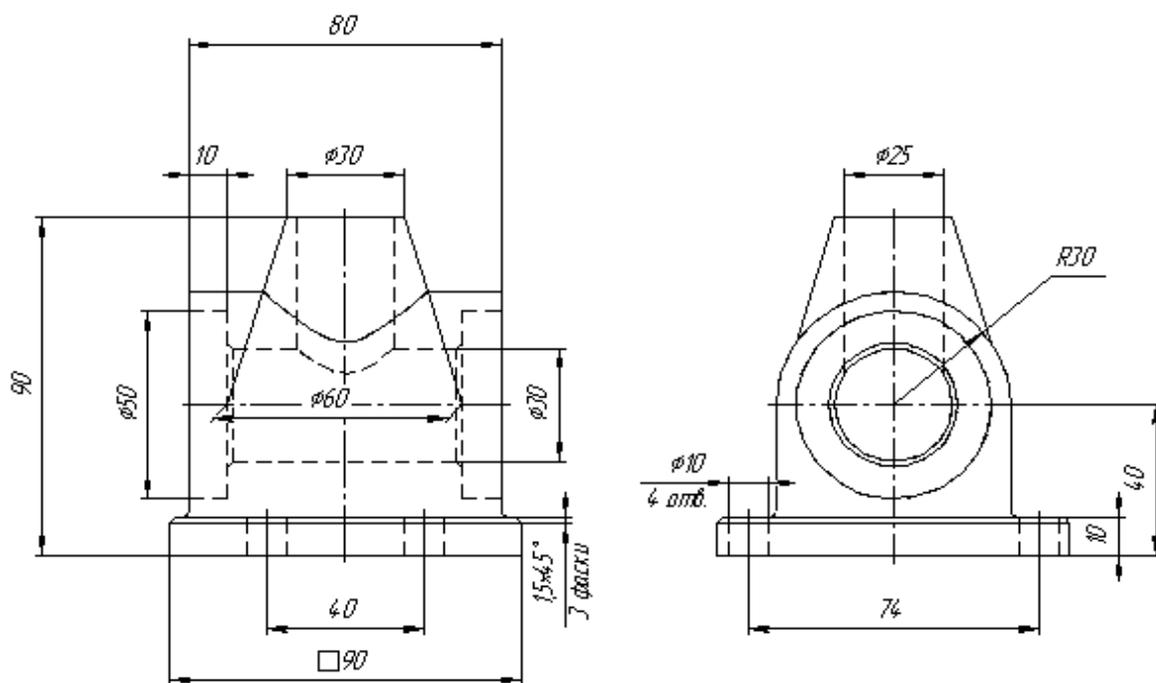

Рис. 7.25
Исходными данными для работы является чертеж корпусной детали (рис. 7.25). Как и в предыдущих лабораторных работах, трехмерная модель может быть создана несколькими вариантами. Ниже приводится один из них.
1. Используя команды трехмерного моделирования, в соответствии с исходными данными (рис. 7.25) создать модель основания, а затем выполнить в нем одно отверстие.